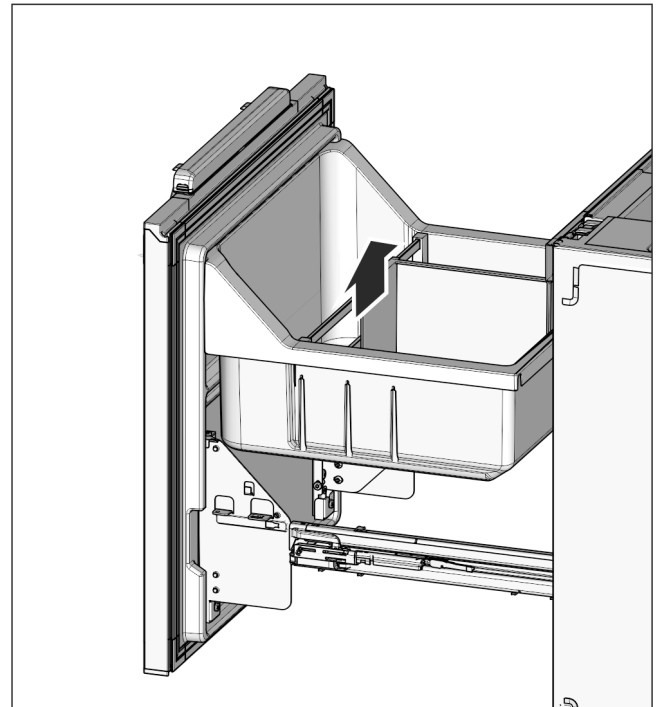

Fig. 25
- ▶ Aseta pullohylly Fig. 25 (32) ja vetolaatikko Fig. 25 (31) takaisin paikoilleen.